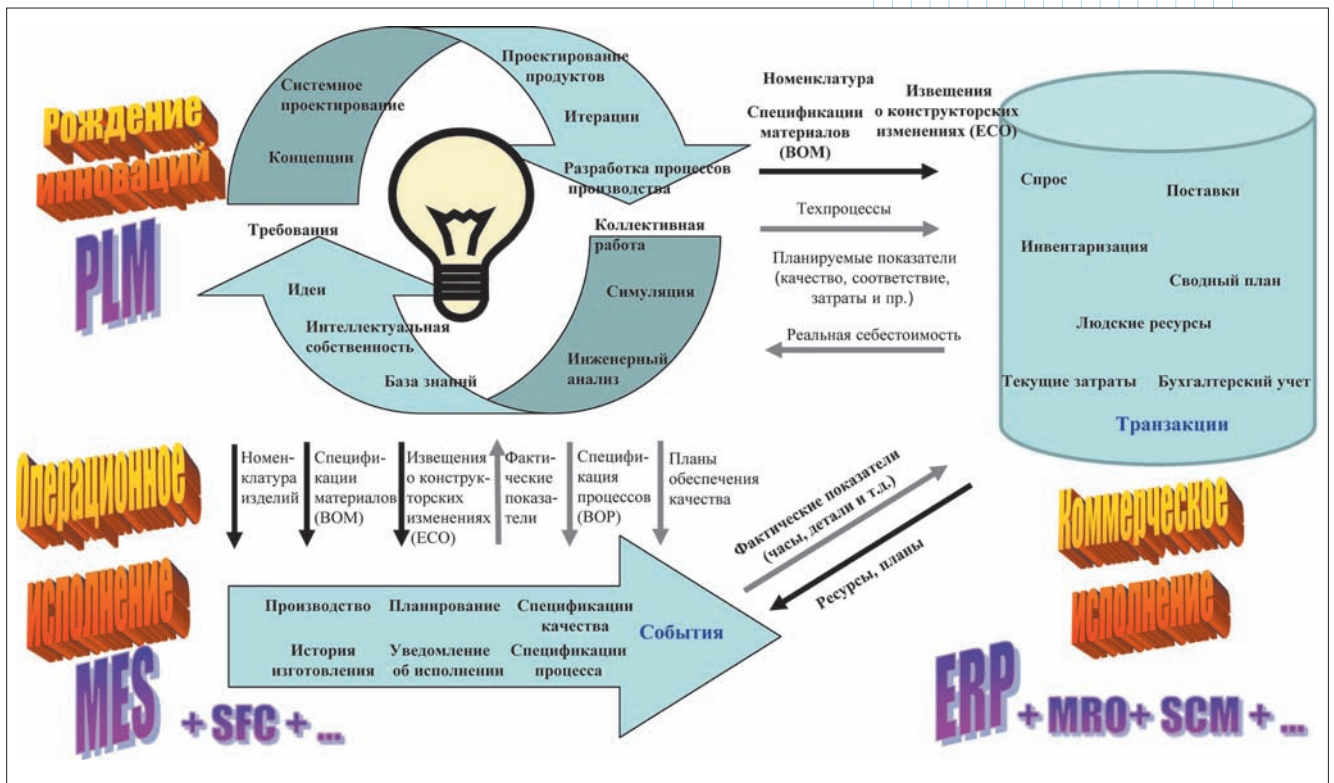

Рис. 1. Роли ERP, PLM и MES на производстве
- ERP управляет коммерческой деятельностью производства (рис. 1).